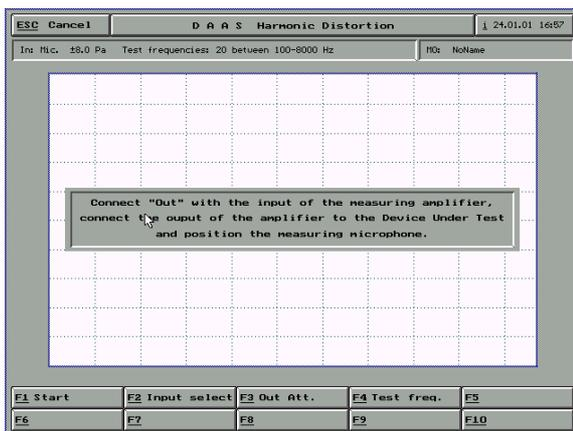
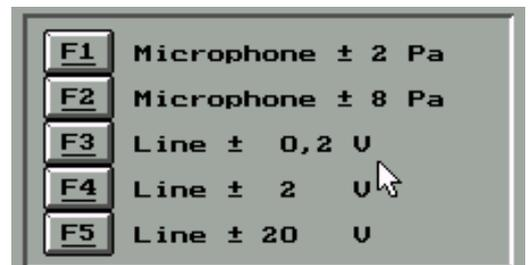

图 8-2
图 8-3
2) 点击F2出现如图8-2界面-点击F2 Input select出现如图8-3界面-选F2 Microphone +/- 8 Pa (如果测放大器 请选择F5)